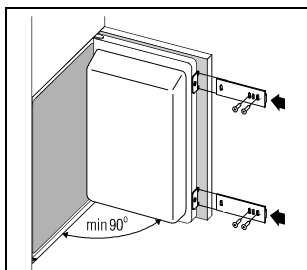

рисунок 2
- Дверь аппарата прижмите к двери кухонного элемента (рисунок 2).